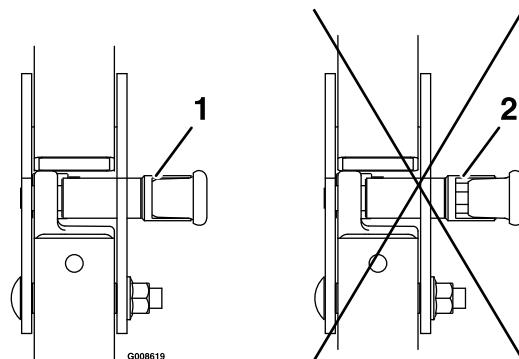

Рисунок 9
1. Підніміть трубчастий каркас в робоче положення і повертайте руків'я до тих пір, поки вони частково не увійдуть в пази (Рисунок 9).
2. Підніміть трубчастий каркас в повністю вертикальне положення, одночасно натискаючи на верхню частину трубчастого каркасу, щоб штифти зайняли своє положення, коли отвори будуть на одному рівні зі штифтами (Рисунок 9).
3. Натисніть на трубчастий каркас і переконайтесь, що обидва штифти зафіксовані (Рисунок 9).